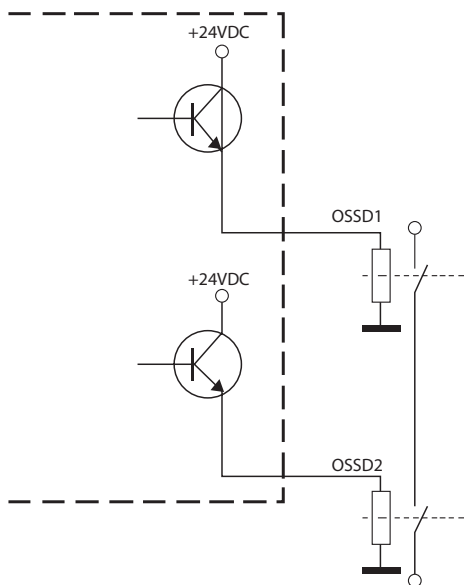

Fig.16
- Los contactos de seguridad OSSD1 y OSSD2 no deberán ser nunca conectados en serie o en paralelo entre ellos, sin embargo podrán ser utilizados cada uno individualmente (véase Fig. 16).